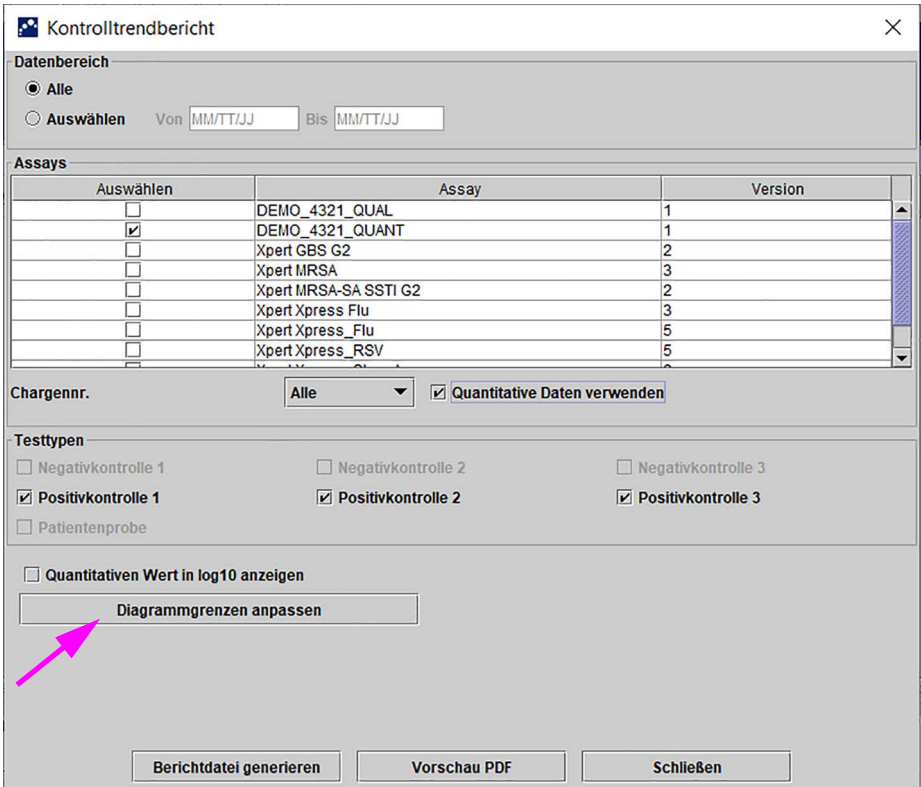
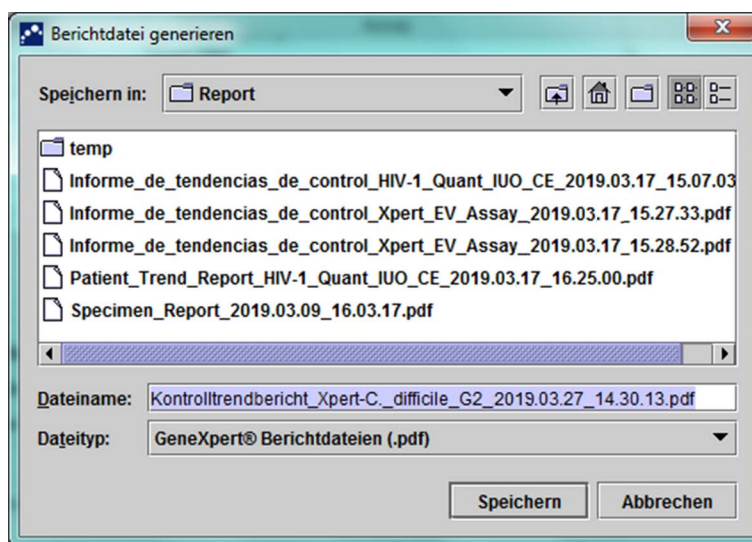
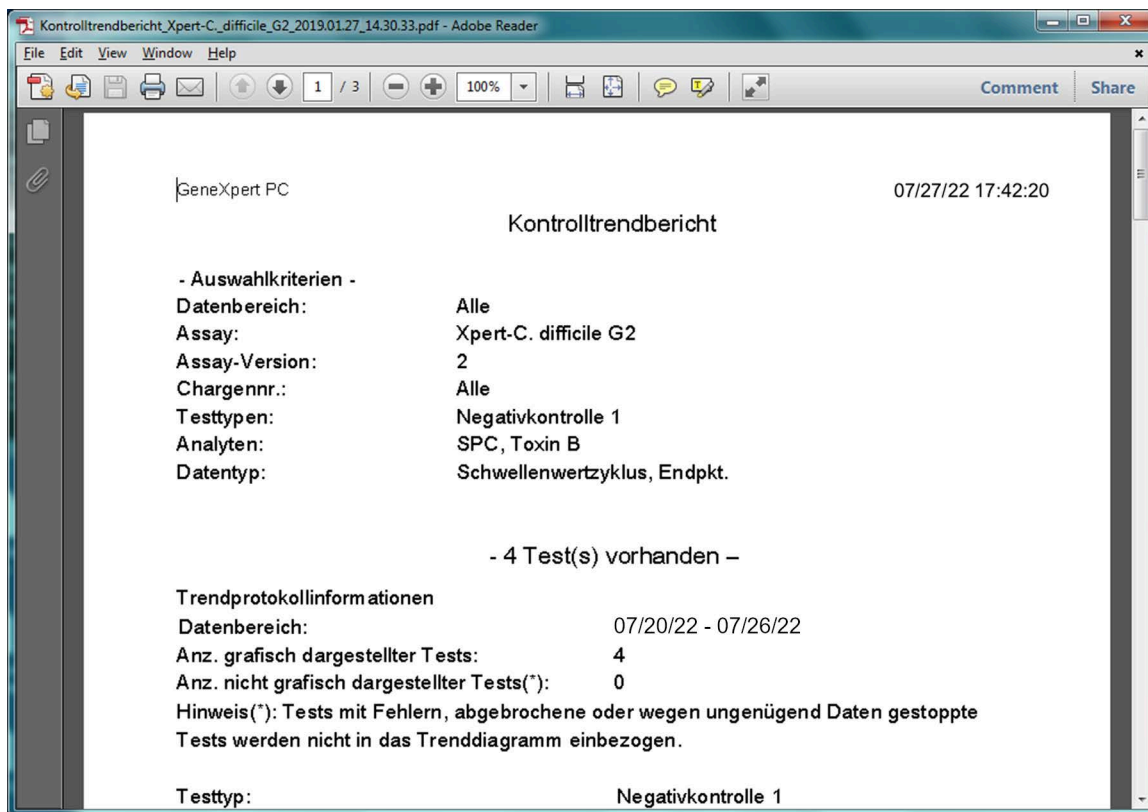

Abbildung 6-4. Dialogfeld „Kontrolltrendbericht“ mit ausgewähltem quantitativem Assay
Abbildung 6-6. Dialogfeld „Berichtdatei generieren“
Abbildung 6-7. Beispiel für einen Kontrolltrendbericht im Adobe Reader Fenster
3. Wählen Sie den Assay aus, für den der Kontrolltrendbericht erstellt werden soll. Siehe Abbildung 6-2 für eine Auswahl qualitativer Assays und Abbildung 6-4 für eine Auswahl quantitativer Assays.
4. Wurde ein qualitativer Assay ausgewählt, wird das Kontrollkästchen **Quantitative Daten verwenden** nicht angezeigt (siehe Abbildung 6-2). Wurde ein quantitativer Assay ausgewählt, ist das Kontrollkästchen **Quantitative Daten verwenden** verfügbar (siehe Abbildung 6-4). Markieren Sie das Kontrollkästchen **Quantitative Daten verwenden**, um den Kontrolltrendbericht anhand von quantitativen Daten zu erstellen.
- Optionen für quantitative Assays (siehe Abbildung 6-4):
- **Berichtdatei generieren** – Erzeugt eine PDF-Datei und speichert diese an dem von Ihnen angegebenen Ort ab. Klicken Sie im Dialogfeld „Kontrolltrendbericht“ auf die Schaltfläche **Berichtdatei generieren** (siehe Abbildung 6-2 für qualitative Assaytrends und Abbildung 6-4 für quantitative Assaytrends), um die PDF-Datei des Berichts zu erstellen. Das Dialogfeld „Berichtdatei generieren“ erscheint (siehe Abbildung 6-6), sodass Sie die Datei an einem anzugebenden Ort abspeichern können.
- **Vorschau PDF** – Erzeugt eine PDF Datei und zeigt diese im Fenster von Adobe Reader an. Klicken Sie die Schaltfläche **PDF-Vorschau** im Dialogfeld „Kontrolltrendbericht“ (siehe Abbildung 6-2 für qualitative Assaytrends und Abbildung 6-4 für quantitative Assaytrends), um die PDF-Datei des Berichts zu erstellen (siehe Abbildung 6-7). Die PDF-Datei kann in der Adobe Reader Software gespeichert und ausgedruckt werden.